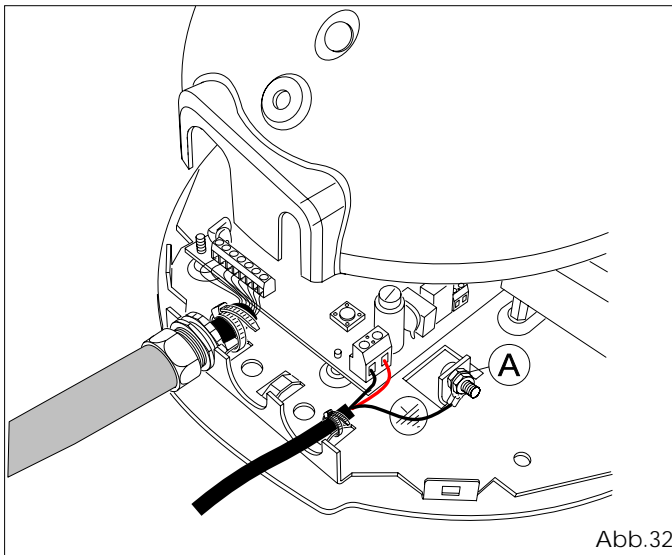

Abb.32
- 9.3 Die Erdöse über die Schraube ziehen und unter Unterlegen einer Scheibe mit der Mutter festziehen (Abb.32 Bez.A).
- 9.4 Werden für die Kabelbefestigung Schellen verwendet, ist die Öse, wie in Abb.32 gezeigt, zu bewerkstelligen.